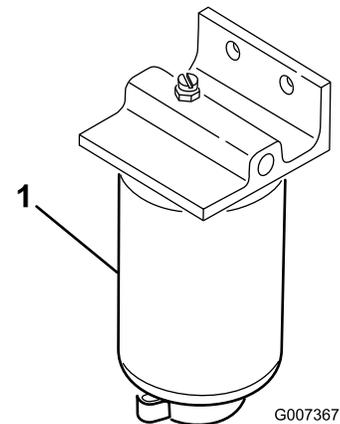

Figura 35
1. Coloque um recipiente limpo debaixo do filtro de combustível (Figura 35).